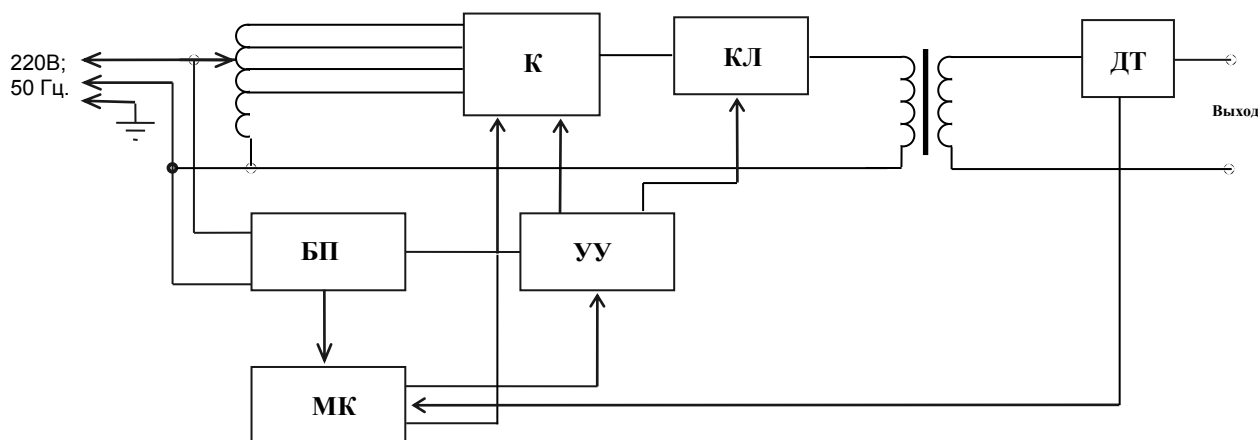

Рис.1 Структурная схема испытательного генератора ИГП 2.1
4.1 Структурная схема испытательного генератора ИГП 2.1 представлена на **рис.1**.